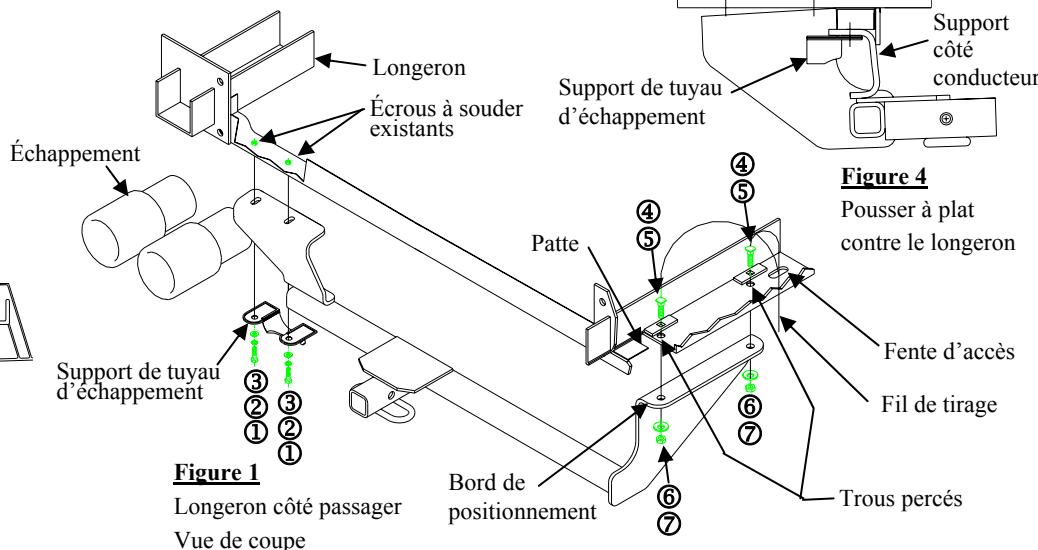

Figure 1
①	Qté (2)	Boulon M8 X 1.25 X 30	⑤	Qté (2)	Bloc ¼ X 1 X 3
②	Qté (2)	Rondelle frein 5/16 po	⑥	Qté (2)	Rondelle conique 7/16
③	Qté (2)	Rondelle plate 5/16 po	⑦	Qté (2)	Écrou 7/16-14
④	Qté (2)	Boulon de carrosserie 7/16-14 X 1.25
- Retirer le carénage de plastique recouvrant le longeron de châssis côté passager en enlevant les cinq (5) vis Torx. Remettre le carénage et les vis au propriétaire du véhicule.
- Pour abaisser le tuyau d'échappement, enlever les deux (2) boulons du support de crochet de suspension, comme illustré à la figure 1. Remettre les boulons au propriétaire.